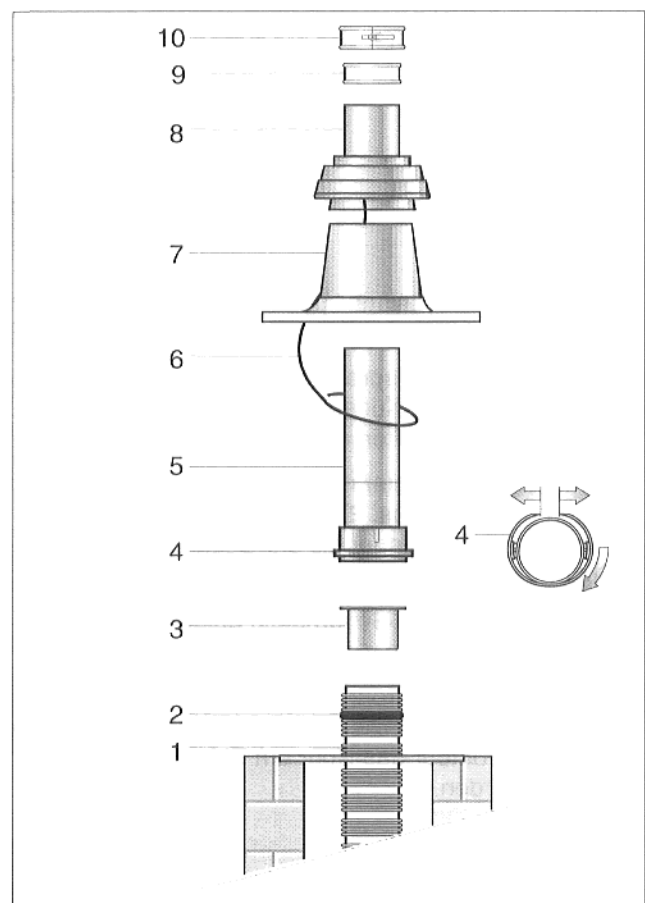

Abb. 17 Montage Mündungsanschlußstück
- Nuten zur Fixierung des Montagekreuzes (Abb. 17, Pos. 1) am Schornsteinkopf stemmen und Montagekreuz mittig einmauern.
- Abstützring (Abb. 17, Pos. 3) in das ÜB-Flex-Kunststoffrohr einschieben.
- Silikondichtring (Abb. 17, Pos. 2) über das ÜB-Flex-Kunststoffrohr schieben und im ersten glatten Rohrabschnitt fixieren. Darauf achten, daß die Dichtungsrippen nach außen zeigen.
- Mündungsanschlußstück (Abb. 17, Pos. 5) auf das ÜB-Flex-Kunststoffrohr aufschieben. Dabei Bajonettring (Abb. 17, Pos. 4) aufspreizen und in einen glatten Rohrabschnitt einrasten lassen.
- Edelstahlseil (Abb.17, Pos. 6) durch die Schachtabdeckung (Abb. 17, Pos. 7) ziehen und über das Mündungsanschlußstück schieben.
- Schachtabdeckung und Aufsatz mit Hinterlüftung (Abb. 17, Pos. 8) von oben über das Mündungsanschlußstück schieben.
- Silikonmanschette (Abb. 17, Pos. 9) über die Verbindungsstelle zwischen Mündungsanschlußstück und Aufsatz mit Hinterlüftung schieben.
- Klemmband (Abb. 17, Pos. 10) über die Verbindungsstelle schieben und verschließen.